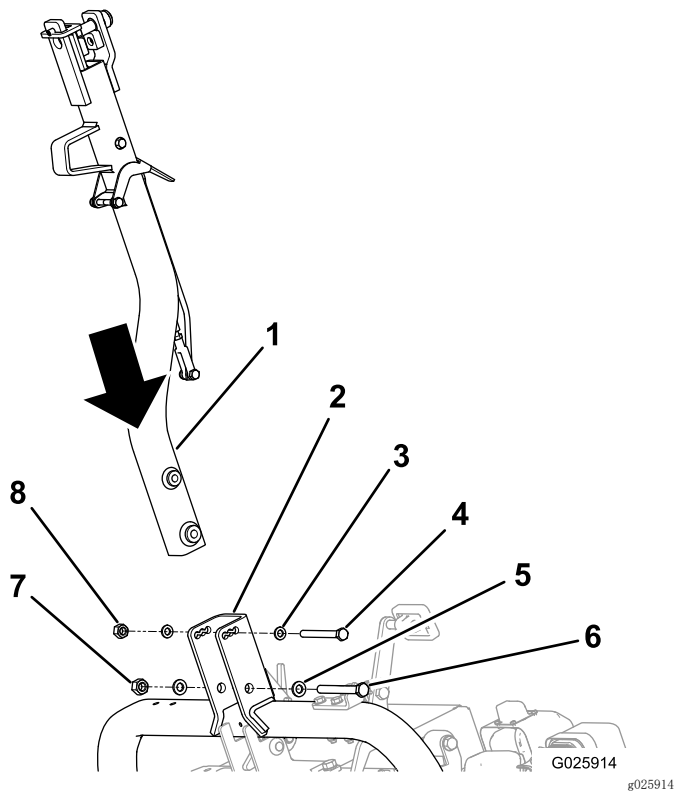

图5
2. 使用适当的紧固件将挂钩固定到挂钩枢轴支架上；请参阅图5。